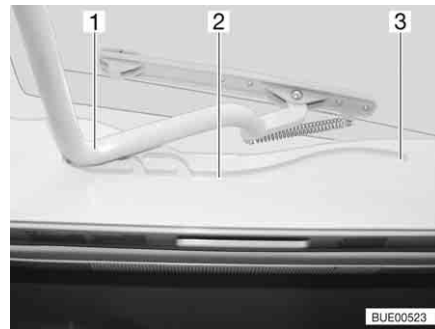

Bild 87 Heki-taklucka, spår
- Dra in bygelns (Bild 87,1) i spåret (Bild 87,2) till den bakersta positionen (Bild 87,3).
- Tryck bygelns (Bild 87,1) lätt uppåt med båda händerna.
- Drag bygelns till önskad position i spåret (Bild 87,2).